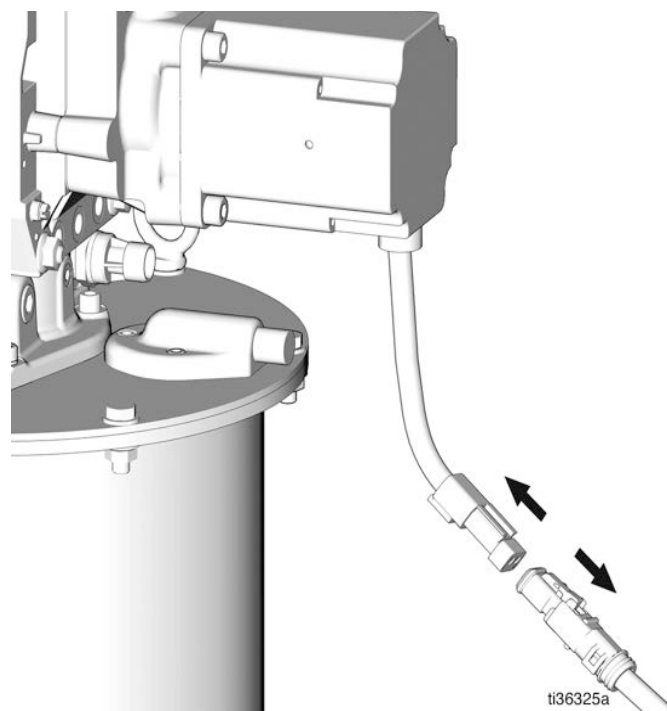

FIG. 2
1. Desconecte la alimentación al sistema (FIG. 2).